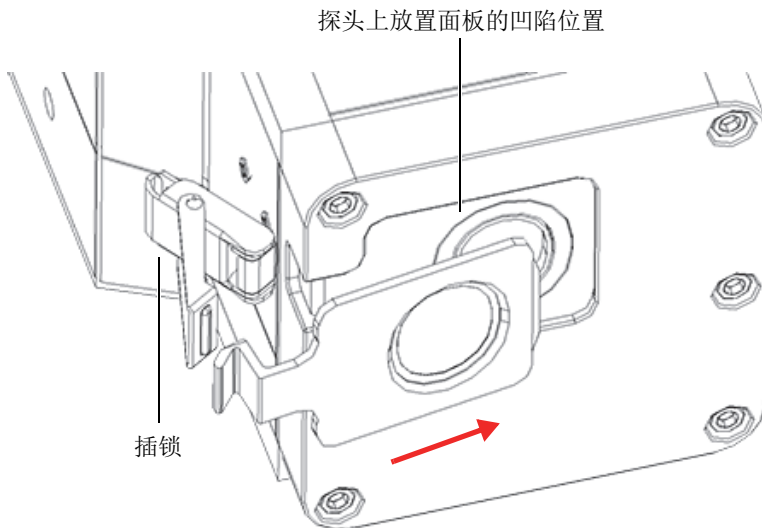

图 4-9 将面板与插锁和探头上放置面板的凹陷位置对准
3. 将面板与插锁和探头上放置面板的凹陷位置对准（参见第62页的图 4-9）。